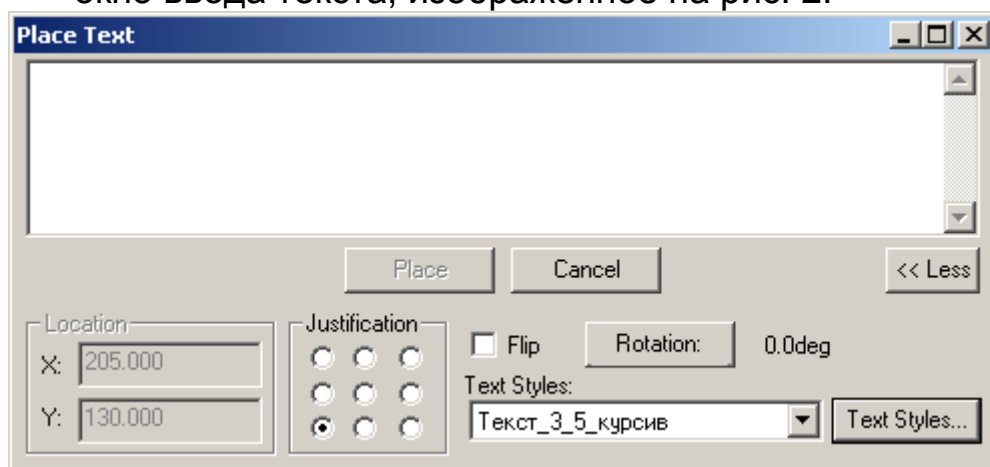

Рис. 2 Окно ввода текста
- 3.2 Щелкните по экрану левой кнопкой мыши примерно в том месте, где должна находиться надпись. На экране появится окно ввода текста, изображенное на рис. 2.